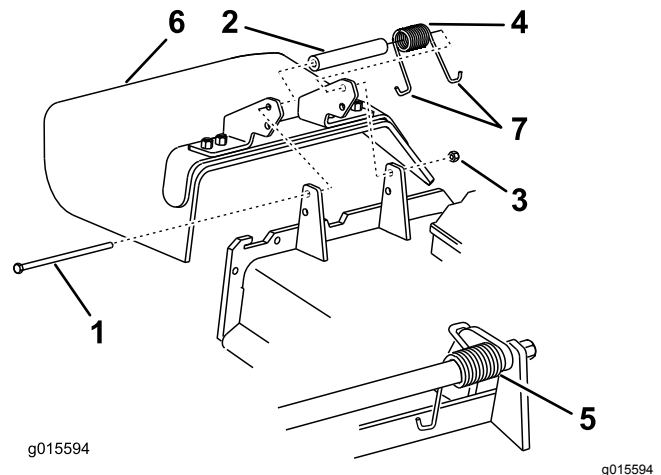

Figure 85
1. Retirez le contre-écrou, le boulon, le ressort et l'entretoise qui fixent le déflecteur aux supports de pivot (Figure 85).
**Remarque:** Prenez soin de placer 1 extrémité en J du ressort derrière le bord du tablier avant de mettre le boulon en place, comme montré à la Figure 85.
6. Accrochez l'extrémité en J du ressort au déflecteur d'herbe (Figure 85).